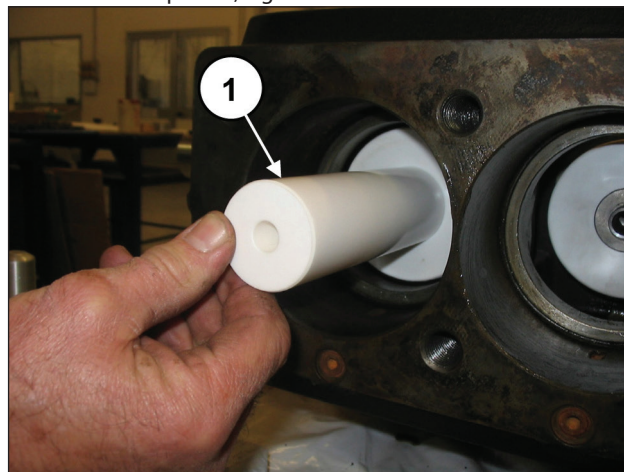
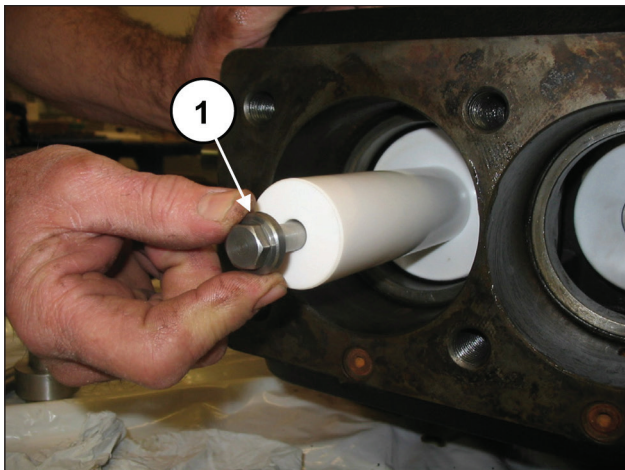

Fig. 147
Fig. 148
Montare i pistoni sulle rispettive guide (pos. ①, Fig. 147) e fissarli come da pos. ①, Fig. 148.